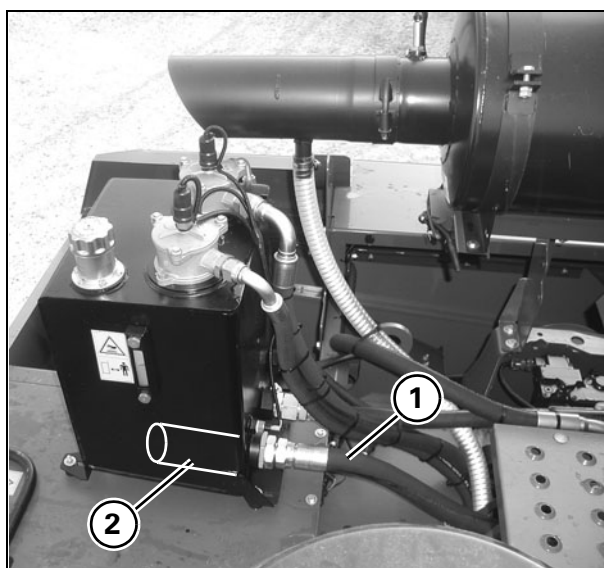

Рис. 65
62.)МАСЛЯНЫЙ ФИЛЬТР ВСПОМОГАТЕЛЬНОЙ ГИДРАВЛИЧЕСКОЙ СИСТЕМЫ (входной) - Рис. 65